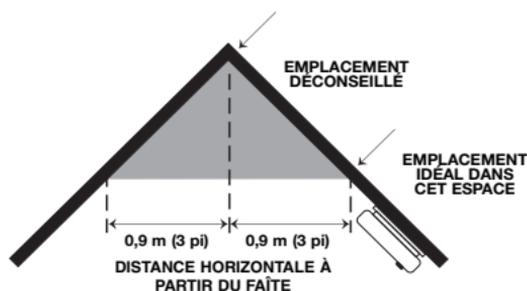

FIGURE 2B
- En ce qui a trait aux plafonds inclinés, pointus ou cathédrale, il est recommandé d'installer l'avertisseur de fumée à une distance de 0,9 m (3 pi) du point le plus élevé (mesurée horizontalement). La norme 72 de la NFPA stipule : « En ce qui concerne les pièces dont l'inclinaison du plafond excède une distance horizontale de 0,3 m à 2,4 m (1 à 8 pi), on doit installer l'avertisseur de fumée sur le côté élevé de la pièce. » De plus, la norme stipule : « Les avertisseurs doivent être espacés et situés à moins de 0,9 m (3 pi) du point le plus élevé du plafond, à l'horizontale » (voir FIGURE 2B et 2C).
- N'installez pas un avertisseur au faite de plafonds voûtés, de style "charpente en A" ou de toitures à pignon. Dans cette zone, installer comme on l'indique sur les figures 2B et 2C.